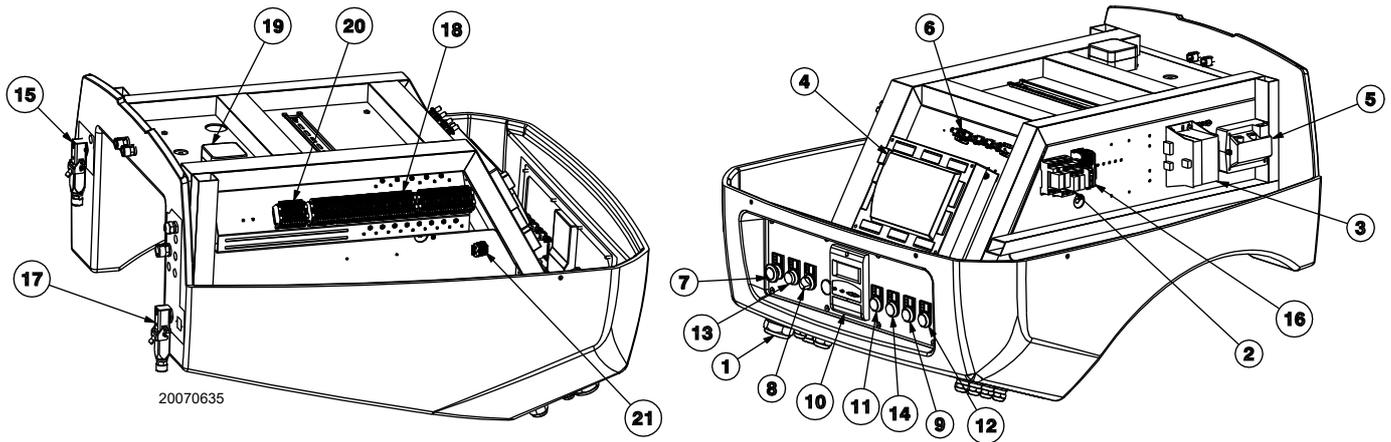

Abb. 5
- **Störabschaltung des Gerätes:** Das Aufleuchten der Taste 13)(Abb. 5) (**rote Led**) weist auf eine Störabschaltung des Brenners hin. Zur Wiederherstellung des Betriebs die Taste 13) drücken oder das Display 10) benutzen.